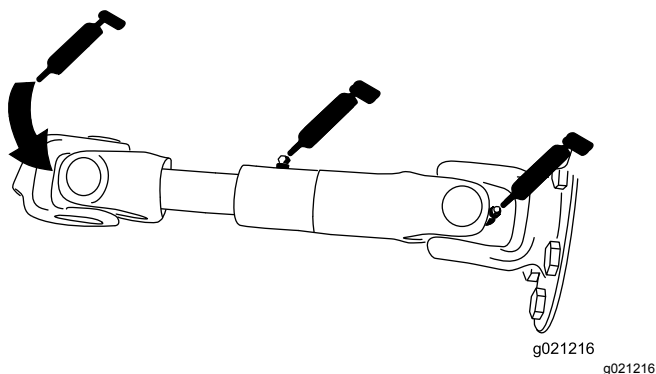

Figure 75
- Arbre d'entraînement de pompe (3) (Figure 75)